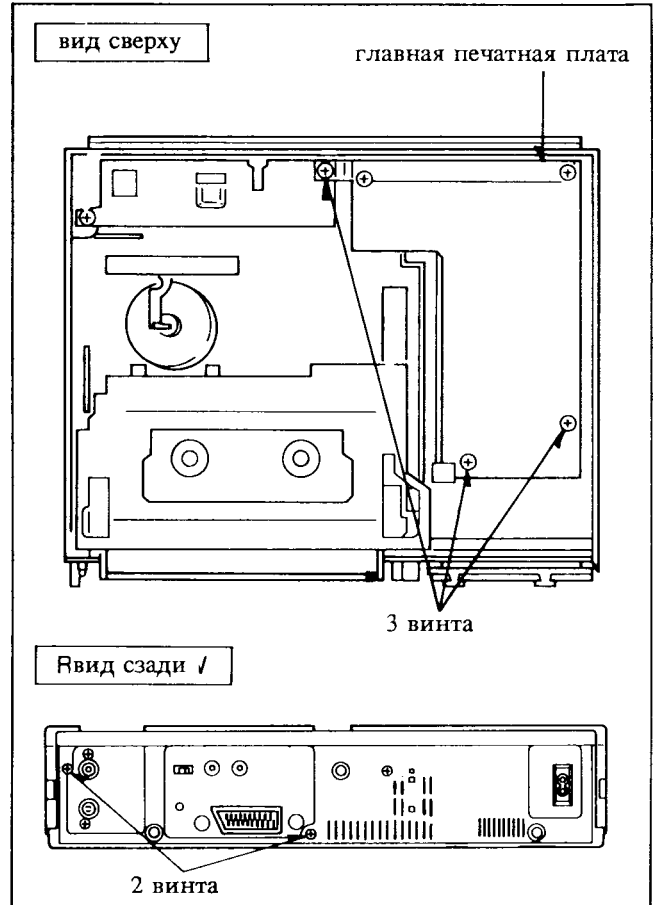

Рис. V2
3. Отвинтить 2 винта с обратной стороны устройства и 3 винта на верхней части главной печатной платы и (рис. V2).